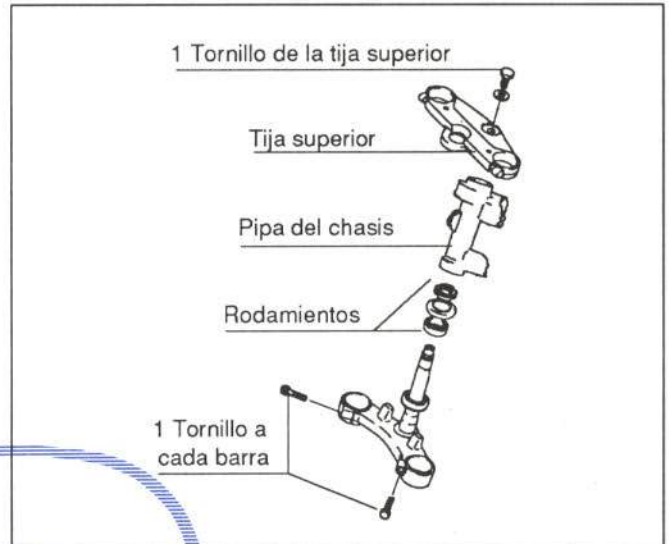

Figura 28.- Unión de la tija inferior
Va unida al chasis de la forma indicada en la figura 28.
- Desmontar tija inferior (figura 28)